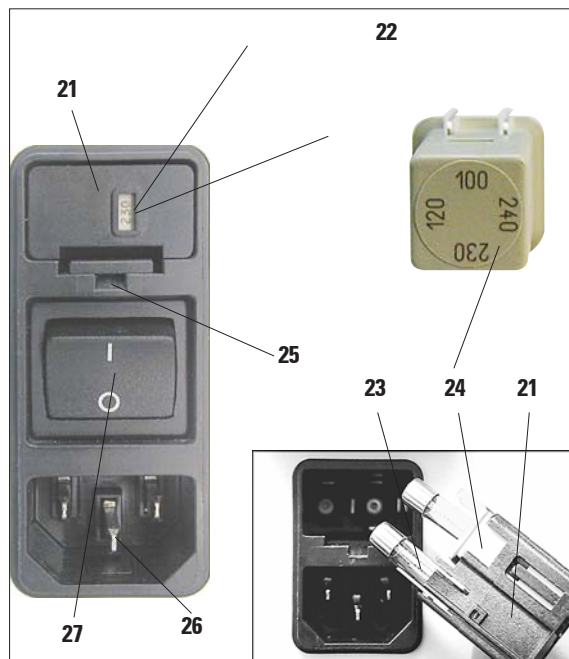

Fig. 10
El selector de tensión se encuentra encima del interruptor de red, a la izquierda del panel posterior del equipo (Fig. 10). El voltaje seleccionado se ve a través de la ventanilla (22).
- Insertar un destornillador pequeño en la entalladura (25) y cuidadosamente sacar la carcasa del selector de tensión (21) junto con los fusibles (23). Sacar el selector de tensión (24) (de color blanco) y volver a insertarlo de manera que a través de la ventanilla se vea la tensión apropiada para la red de suministro de corriente local (22).